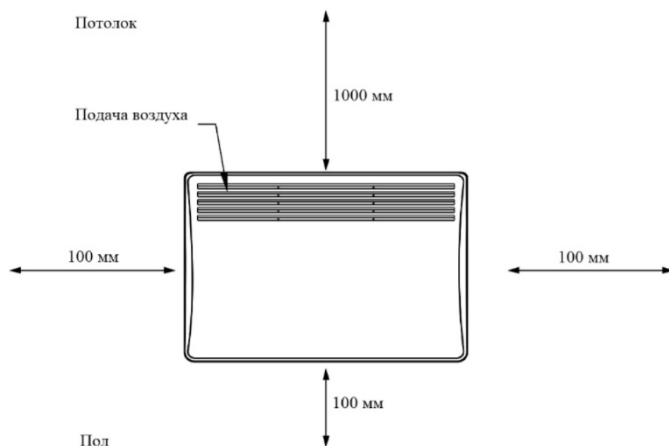

Рис. 2 Минимальные расстояния от конвектора до пола, потолка, посторонних предметов
1. Определите место установки прибора с соблюдением минимальных расстояний до посторонних предметов, потолка и пола в соответствии с Рис. 2.